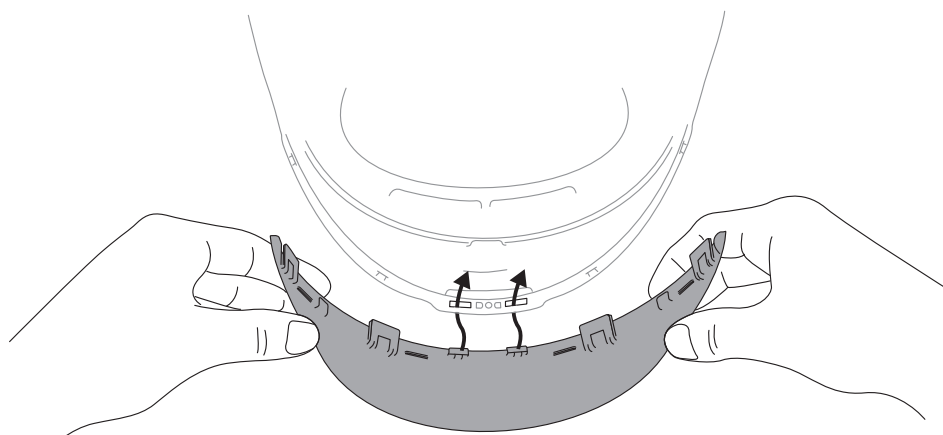
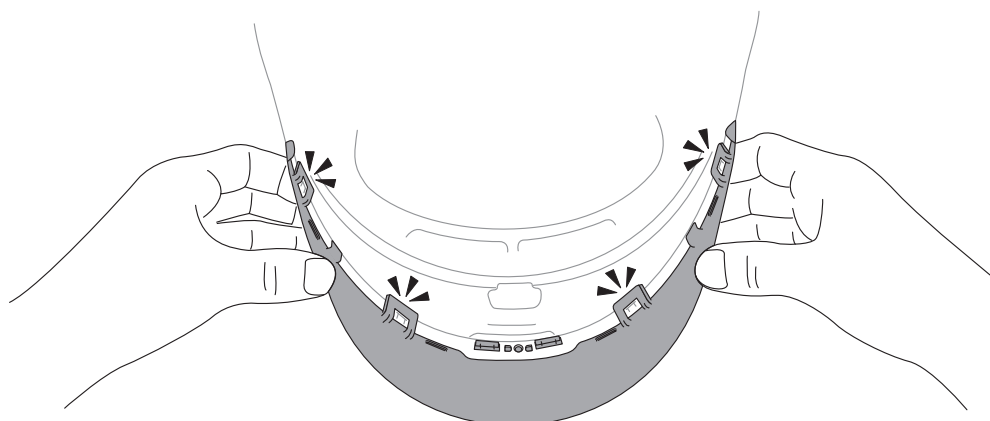
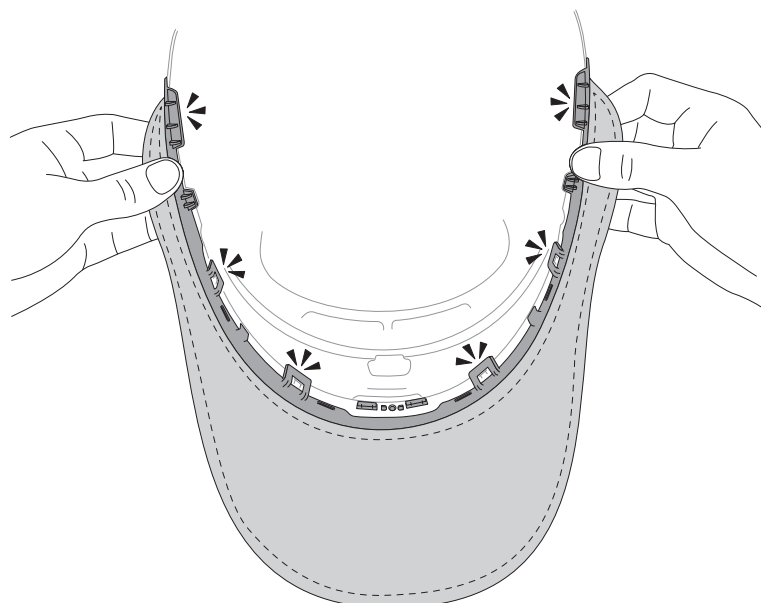

Fig. 30b
Fig. 30c
Fig. 30d
- c. Pour remettre le protecteur pour le cou cannelé, aligner d'abord les deux petites insertions au centre du protecteur pour le cou. Ensuite, aligner les quatre attaches sous le protecteur pour le cou et faire glisser le protecteur rigide pour le cou en plastique en place. Quatre déclics se feront entendre. Le protecteur pour le cou est désormais installé correctement (Fig. 30b et 30c).
- d. Le protecteur pour le cou en tissu ou en cuir comporte un ensemble d'attaches de retenue supplémentaires sur le bord externe. Pour installer le protecteur pour le cou en tissu ou en cuir, aligner d'abord les deux petites insertions au centre du protecteur pour le cou comme l'indique la Fig. 30b. Puis, insérer les quatre autres fixations comme l'indique la Fig. 30c ainsi que les attaches externes supplémentaires (Fig. 30d).